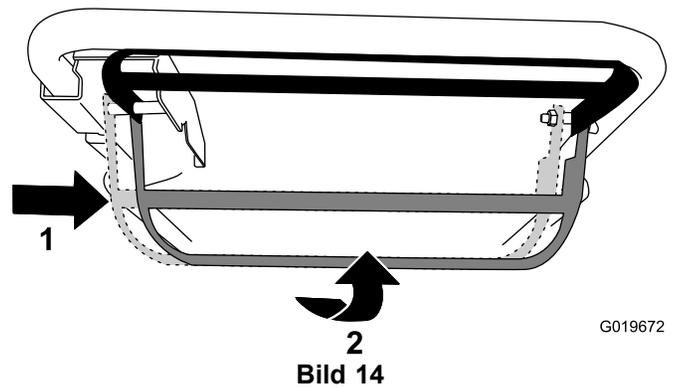

Bild 14
- **Verwenden des Selbstantriebs und Einkuppeln der Messer:** Schieben Sie den Schaltbügel ganz nach rechts und drücken Sie ihn zum Bügel (Bild 14).